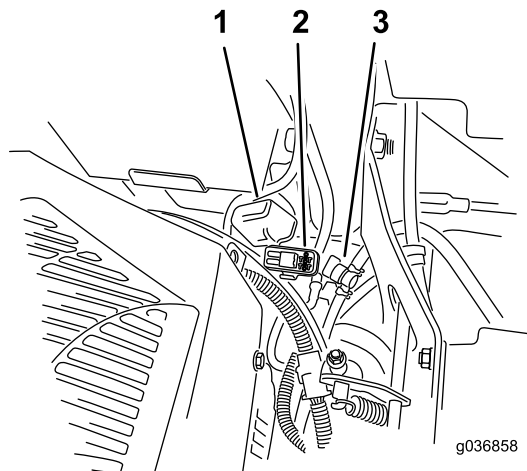

Figura 54
**Notă:** În cazul mainilor MyRide, asigurai-vă că nu există frecare între cablul de legare la masă i braul tractat sau ansamblul inferior al amortizorului (Figura 54).
Siguranele fuzibile sunt amplasate pe consola dreapta, de lângă scaun (Figura 54).
2. Instalai o sigurană nouă (Figura 54).